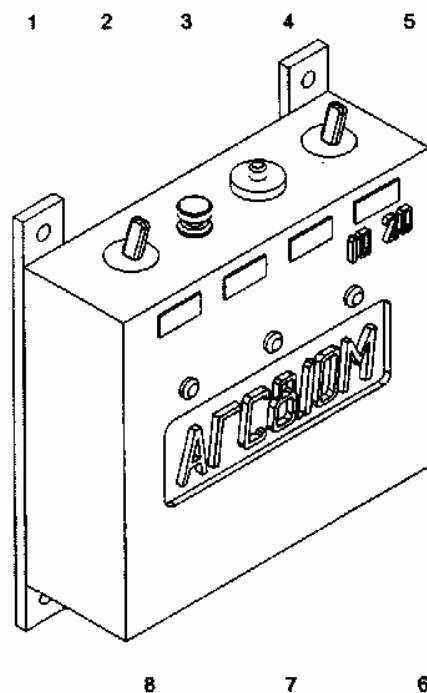

Рис.8 Блок управления гребнесмазывателя
Управление исполнительными элементами гребнесмазывателя осуществляет электронный блок типа АГСН8.10М2 (Рис.8), предназначенный для организации циклов смазывания и автоматического дозирования подачи смазочного материала на гребни колесных пар в зависимости от пройденного пути и скорости движения.
- блок управления АГС8.10М2-2 (Рис. 8).